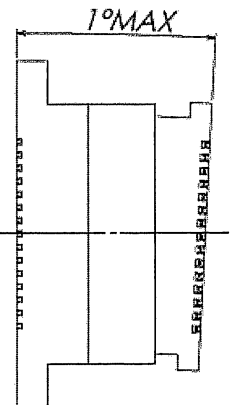
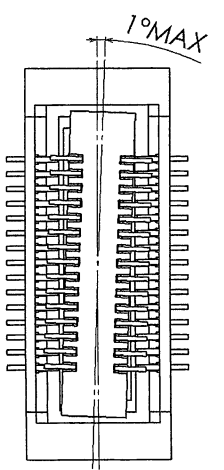

図 3/ Fig.3
図 5/ Fig.5
- 1 嵌合時の許容角度は図3～図5になりますので、記載角度以下で使用して下さい。
Please mate below the angle of the figure 3, 4, 5.